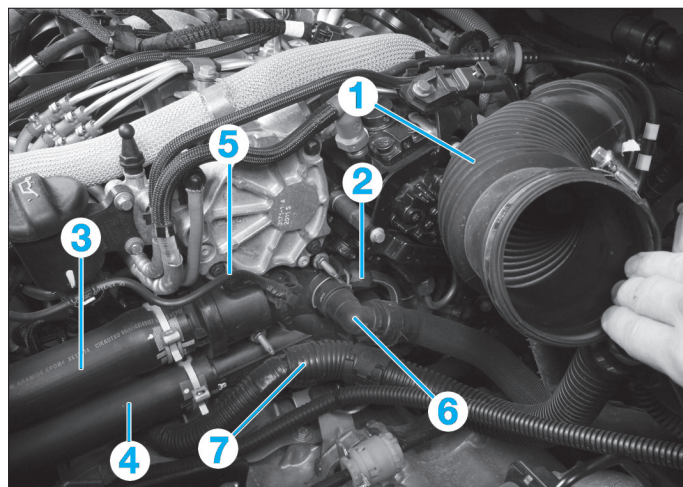

Fig. 22
- Déposer la conduite d'air (1) (Fig.22).
- Débrancher le connecteur (2) de la sonde de température de liquide de refroidissement.
- Désaccoupler les durits et tubes (3), (4), (5) et (6).
- Mettre de côté le faisceau électrique (7).